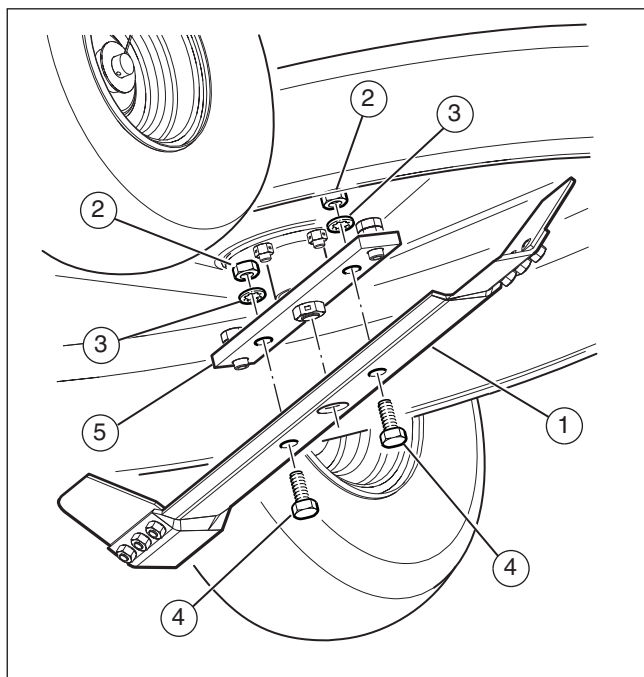

Abbildung 21
- Das Mähmesser (1) häufig auf starke Abnutzung, Risse oder andere Schäden prüfen (siehe Abbildung 21).
- Die Mähmessermuttern (2) häufig prüfen. Darauf achten, dass die Muttern fest angezogen sind.
3. Die Muttern (2), Unterlegscheiben (3) und Schrauben (4) entfernen, mit denen das Messer (1) befestigt ist (siehe **Abbildung 21**).
6. Das Mähmesser auf der Spindel (5) montieren.
8. Das Mähmesser mit den Originalschrauben (4), Unterlegscheiben (3) und Muttern (2) befestigen.